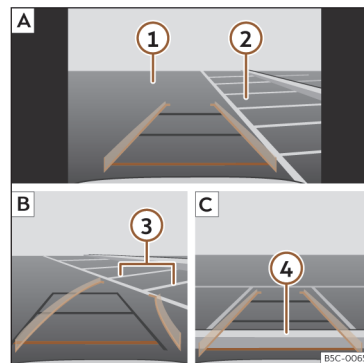

Fig. 121 Visualización en la pantalla del sistema de infotainment: aparcarse con el asistente de marcha atrás.
Leyenda de la **fig. 121:**
- Sitúe el vehículo delante del hueco de aparcamiento»» **fig. 121 ② [A]**.
- Retroceda girando el volante de manera que las líneas amarillas se introduzcan en el hueco de aparcamiento. Las líneas verdes y amarillas tienen que coincidir con las líneas de delimitación laterales **③ [B]**.
- Detenga el vehículo cuando la línea roja haya alcanzado la delimitación trasera **④ [C]**.